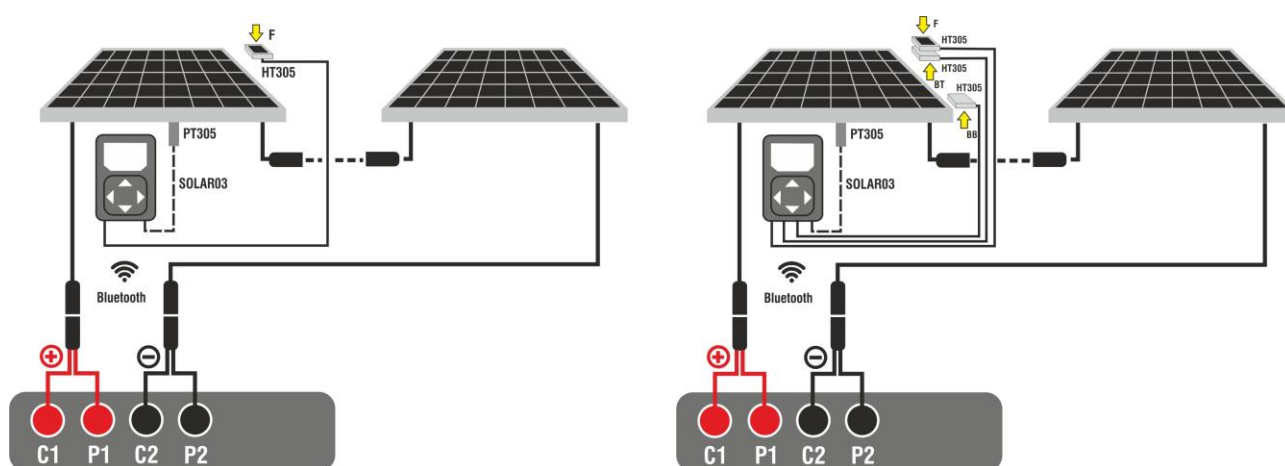

Fig. 34: Connexion avec l'unité à distance SOLAR03 sur des modules Monoface et Biface
3. Connecter l'instrument et l'unité distante SOLAR03 au module/chaîne de test comme indiqué dans la Fig. 34. En particulier :
- **Dans le cas de modules Biface** →, placer les 3 cellules de référence **HT305** sur le plan avant du module (**F**), sur la partie arrière supérieure (**BT=BackTop**) et sur la partie arrière inférieure (**BB=BackBottom**) du module. Connecter la cellule de référence frontale (F) à l'entrée « **INP1** », la cellule de référence BT à l'entrée « **INP2** », la cellule de référence BB à l'entrée « **INP3** » et **éventuellement** la sonde de température **PT305** à l'entrée « **INP4** » de l'unité à distance
7. Amener l'unité à distance à proximité des modules et connecter les sondes d'irradiation/température comme indiqué dans la Fig. 34. **Une fois l'enregistrement démarré sur l'unité à distance SOLAR03, le maintien de la connexion Bluetooth n'est plus strictement nécessaire.** Le maintien de la connexion ne permettra que d'avoir immédiatement le résultat de l'essai sans attendre la fin de la campagne de mesures